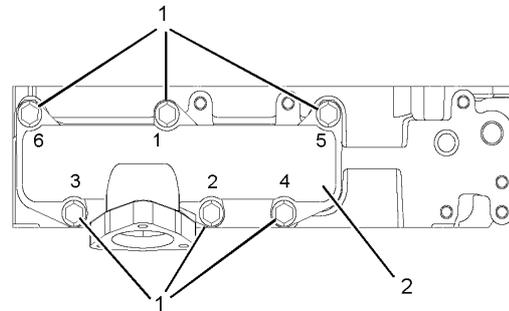

Ilustración 34
1. Quite los tornillos de ajuste (1) en orden correlativo inverso a la ilustración 34. Esto ayudará a evitar cualquier deformación del múltiple de escape (2).
2. Quite la empaquetadura del múltiple de escape de la culata y quite el múltiple de escape (2). Descarte la empaquetadura del múltiple de escape.